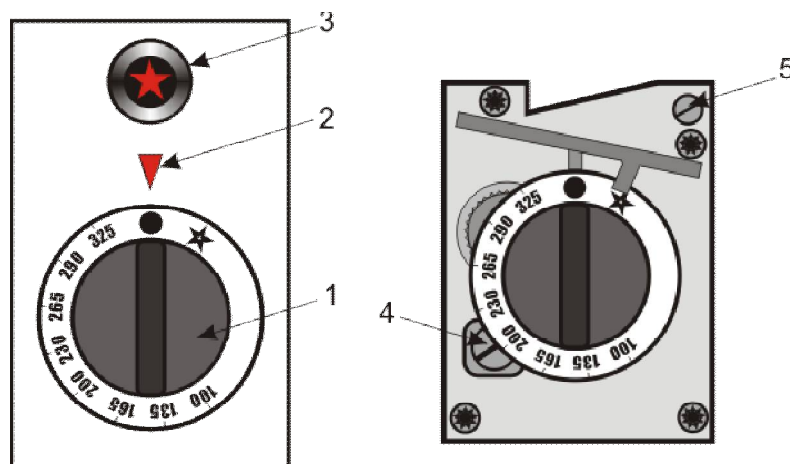

Рис.7. Конструкция крана духового шкафа
- Закрутите регулировочный винт 4 (рис.7) **по часовой стрелке до упора**.
- Открутите регулировочный винт 4 (рис.7) **против часовой стрелки** на 1-2 оборота (в зависимости от типа газа), тем самым подав газ на основную горелку. Горелка должна загореться от запальника (для лучшего распространения пламени можно подуть на неё).
- Далее, закручивая регулировочный винт 4 (рис.7) **по часовой стрелке**, тем самым уменьшая подачу газа, добейтесь минимального пламени на горелке.
С помощью регулировочного винта 5 (см. рис.7) осуществляется регулировка подачи газа на запальную горелку духового шкафа. При повороте регулировочного винта по ходу часовой стрелки подача газа на запальную горелку уменьшается, при повороте против хода часовой стрелки – увеличивается.